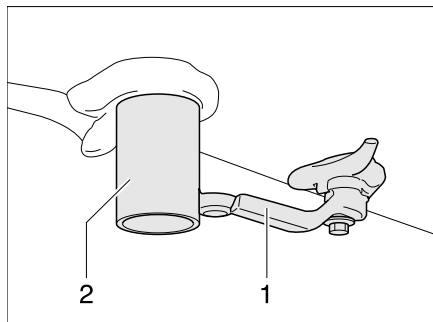

Bild 152 Abwasser-Ablaufstutzen und Ablasshahn
- Geeigneten Auffangbehälter unter den Abwasser-Ablaufstutzen (Bild 152,2) stellen oder das Fahrzeug mit dem Ablaufstutzen über eine speziell dafür ausgewiesene Entsorgungsmöglichkeit stellen.
- Den Ablasshahn (Bild 152,1) öffnen. Das Abwasser läuft ab.